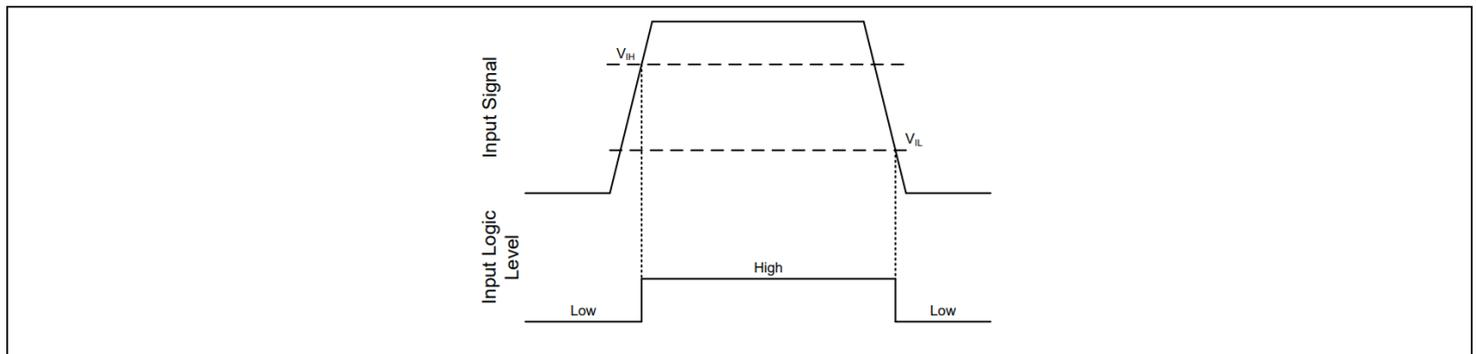

图9 HIN 和 LIN 输入阈值
输入引脚基于与  $V_{CC}$  电源电压无关的 TTL 和 CMOS 兼容的输入阈值逻辑。其典型高阈值 ( $V_{IH}$ ) 为 2.1 V，典型低阈值 ( $V_{IL}$ ) 为 0.9 V，并且温度变化非常小（如图 9 所示），输入引脚可方便地通过来自 3.3 V 和 5 V 数字电源控制器设备的逻辑电平 PWM 控制信号进行驱动。与传统 TTL 逻辑实现（其滞后通常小于 0.5 V）相比，更宽的滞后（通常为 0.9 V）提供了增强的抗噪能力。2ED2106 (4) S06F (J) 还具有对输入引脚阈值电压水平的严格控制，从而简化了系统设计考虑并确保在整个温度范围内稳定运行。2ED2106 (4) S06F (J) 具有浮动输入保护功能，如果任何输入引脚处于浮动状态，则相应级的输出将保持在低电平状态。如框图所示，这是通过在所有输入引脚（HIN、LIN）上安装下拉电阻来实现的。2ED2106 (4) S06F (J) 的输入引脚能够承受高于器件  $V_{CC}$  引脚上施加的偏置电压的电压。